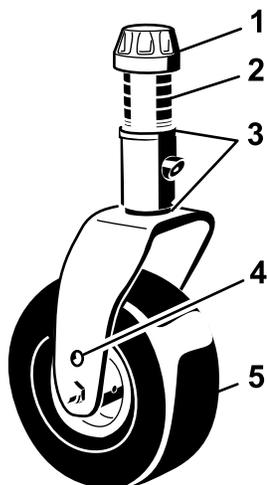
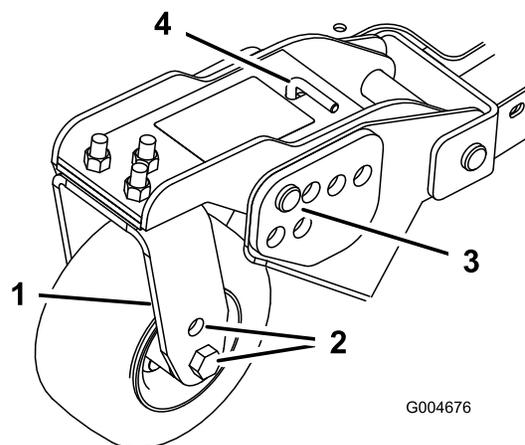
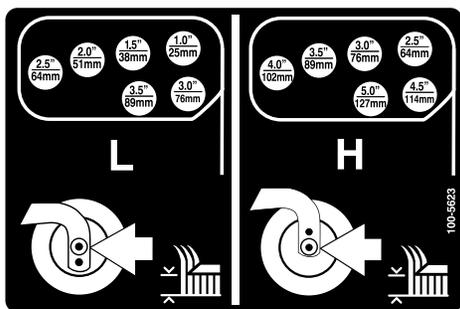

Figure 23
Figure 25
Figure 26
1. Placez les essieux des roues pivotantes dans les mêmes trous sur toutes les fourches (Figure 23 et Figure 25).
2. Enlevez le chapeau de tension de l'axe de pivot et sortez l'axe du bras de la roue pivotante (Figure 23).
5. Enlevez la goupille fendue et les axes de chape des bras de pivot (Figure 25).
6. Tournez la tige de tension pour élever ou abaisser le bras de pivot jusqu'à ce que les trous soient en face de ceux du support de hauteur de coupe sélectionnés dans le cadre du plateau de coupe (Figure 25 et Figure 26).